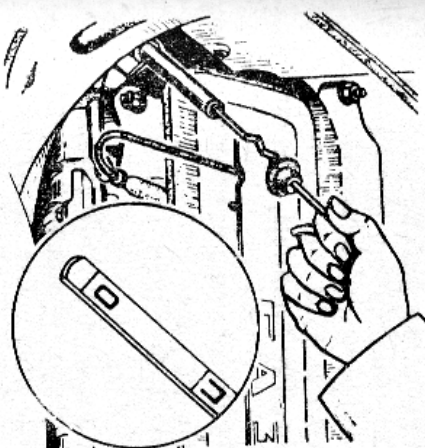

Рис. 18. Проверка уровня масла в автоматической передаче.
12. **Автоматическая передача.** Проверьте уровень масла ежедневно на маслоуказателе (рис. 18) в следующем порядке: прогрейте с наибольшим открытием дросселя двигатель и автоматическую передачу в течение нескольких минут при включенной передаче и затормозите автомобиль.